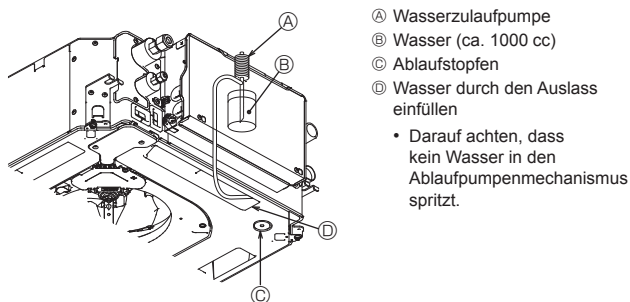

Fig. 8-5
8.4. Überprüfung der Drainage (Fig. 8-5)